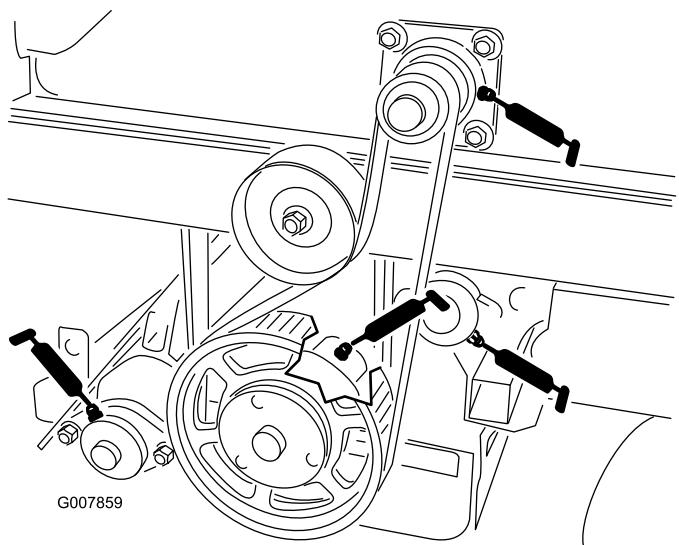
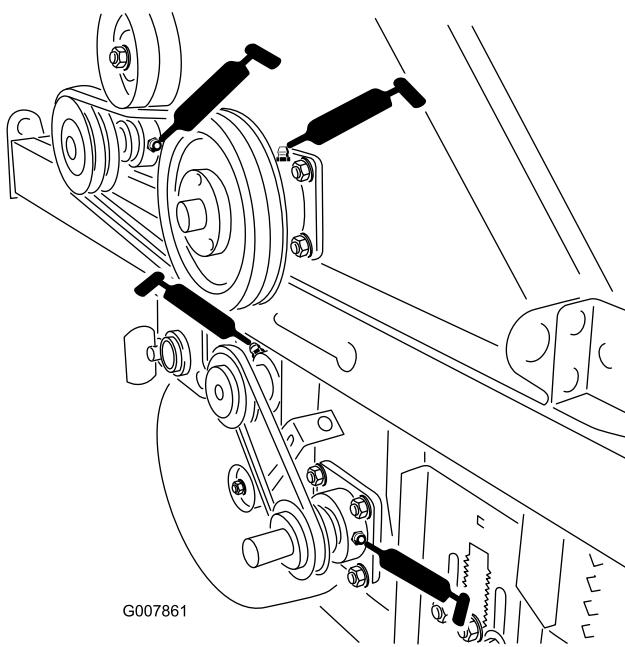

Figura 41
Figura 43
- Conjunto do cortador, Qtd. 2 (Figura 43 & Figura 41)
- Canto rotativo, Qtd. 2 (Figura 43 & Figura 41)
- Escova de recolha, Qtd. 2 (Figura 43 & Figura 41)
- Rolo traseiro, Qtd. 2 (Figura 41)